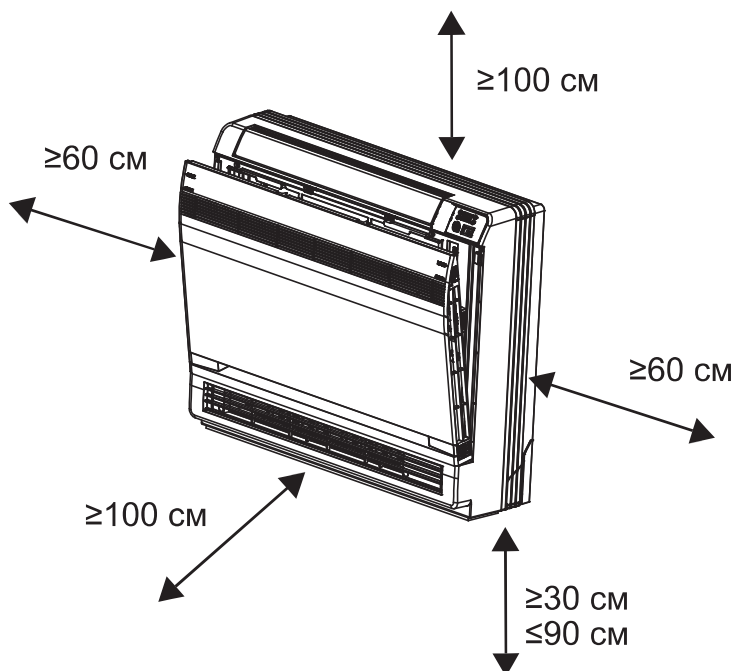

Рис. 11.19
11.6.3. На рис. 11.19 указаны минимальные допустимые расстояния от консольного блока до ограждающих конструкций.